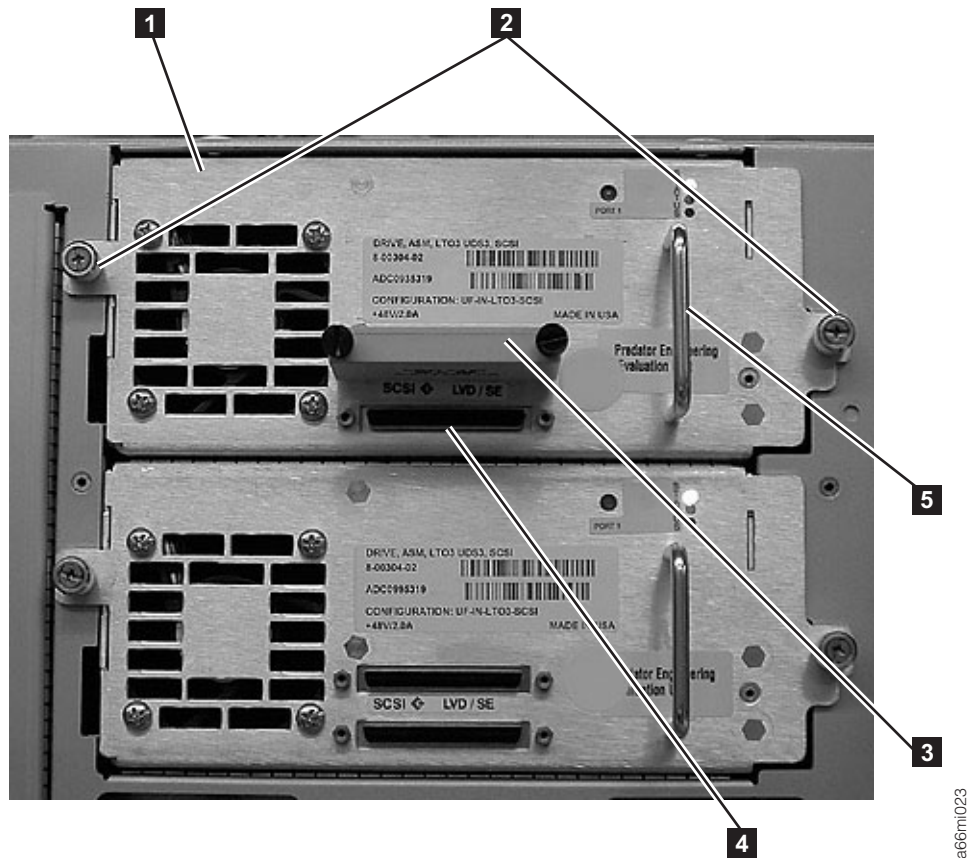

Abbildung 3-13. Bandlaufwerk (Detail)
2. Fassen Sie den Griff (**5** in Abb. 3-13 auf Seite 3-17) an, und schieben Sie den Laufwerkschlitten langsam in den Laufwerkschacht. Stützen Sie dabei den Laufwerkschlitten unten mit der Hand ab.
3. Ziehen Sie die beiden Rändelschrauben (**2** in Abb. 3-13) an, mit denen der Laufwerkschlitten befestigt wird, indem Sie die Rändelschrauben im Uhrzeigersinn drehen.
- a. Schließen Sie bei einem SCSI-Laufwerkschlitten das Kabel und den Abschluss-Stecker an den Laufwerkschlitten an. Ziehen Sie die Rändelschrauben, mit denen das SCSI-Kabel (**4** in Abb. 3-13 zeigt die SCSI-Anschlussbuchse) und der Abschluss-Stecker (**3** in Abb. 3-13) befestigt werden, an, indem Sie sie im Uhrzeigersinn drehen.